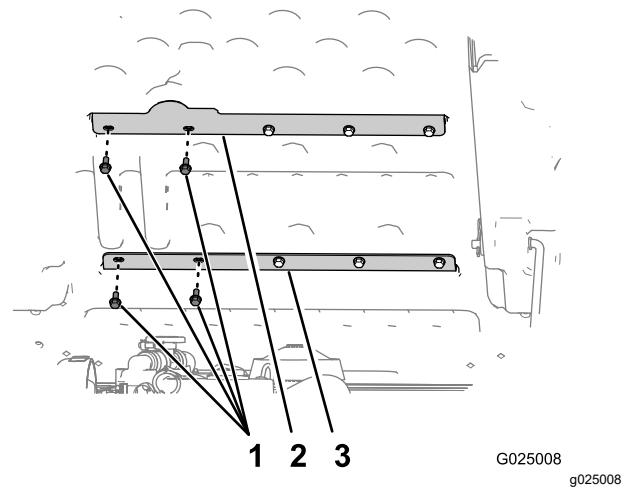

Figura 4
- 2. Retire los 2 pernos de la izquierda (5/16" x 3/4") que sujetan el refuerzo inferior a la plataforma (Figura 4).
- 1. Retire los 2 pernos de la izquierda (5/16" x 3/4") que sujetan el refuerzo superior a la plataforma (Figura 4).